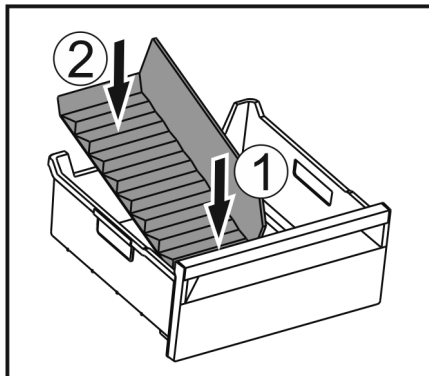

Fig. 136
- Inserire la parte anteriore del divisore dello scomparto del ghiaccio. Fig. 136 (1)
- Abbassare la parte posteriore del divisore dello scomparto del ghiaccio fino al fondo del cassetto. Fig. 136 (2)